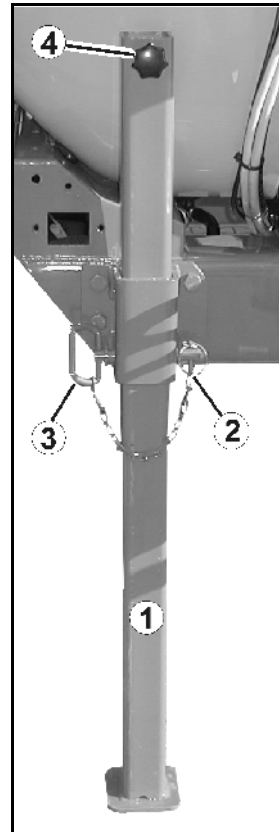

Fig. 47
1. Loosen linchpin (Fig. 47/2).
2. Pull out pin (Fig. 47/3).
3. Raise/lower stand using handle (Fig. 47/4).
Stand adjustable (Fig. 47 /1) :